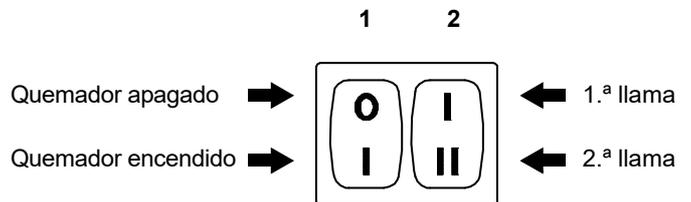
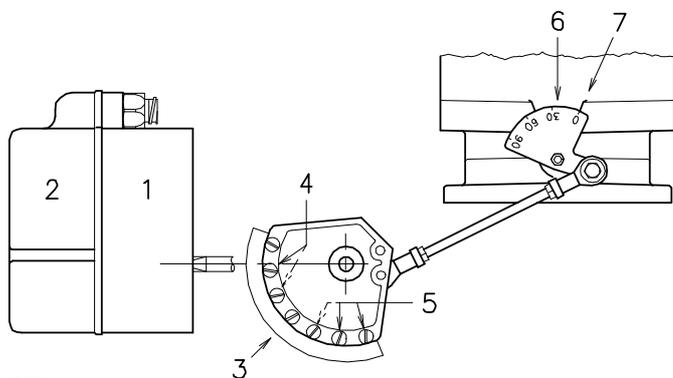

Fig. 25
Fig. 26
- el interruptor 1)(Fig. 25) en posición “**QUEMADOR ENCENDIDO**”;
- el interruptor 2)(Fig. 25) en posición “**1.^a LLAMA**”.
En la descripción anterior, hemos dejado el quemador encendido, funcionando en 1.^a llama. Colocar el interruptor 2)(Fig. 25) en posición 2.^a llama: el servomotor abrirá el registro de aire y simultáneamente abrirá también la válvula de mariposa del gas a 90°.
Variar en progresión el perfil final de la leva 3)(Fig. 26) utilizando los tornillos 5).
Colocar el interruptor 2)(Fig. 25 en la pág. 24) en posición 1.ª llama: el servomotor 1)(Fig. 26) cerrará el registro de aire y simultáneamente cerrará también la válvula de mariposa del gas hasta 15, es decir, hasta la regulación efectuada en fábrica.
- Si se desea aumentarlo, pasar a la 2.ª llama accionando el interruptor 2)(Fig. 25 en la pág. 24) y aumentar un poco el ángulo de la palanca anaranjada mediante pequeños desplazamientos sucesivos, es decir, pasando del ángulo 15 a 17 - 19....
Variar en progresión el perfil inicial de la leva 3)(Fig. 26) utilizando los tornillos 4). Si es posible, no girar el primer tornillo: dado que es el que se utiliza para cerrar el registro del aire completamente.
Apagar el quemador con el interruptor 1)(Fig. 25 en la pág. 24), y utilizar los tornillos intermedios de la leva de modo que la inclinación de la leva sea progresiva.